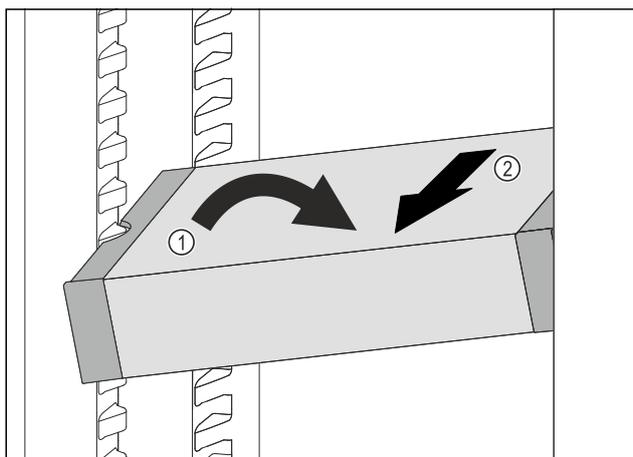

Fig. 135
- Incliner le VarioSafe dans la partie réfrigérateur. Fig. 135 (1)
- Sortir le tiroir VarioSafe par l'avant. Fig. 135 (2)